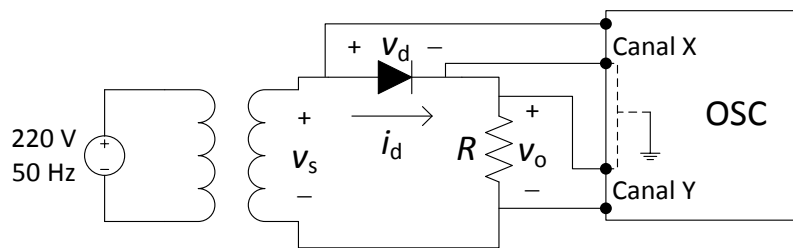

Figura 5. Connexió mode X-Y OSC.
- TC2. Es proposa realitzar el muntatge de la Figura 5⁸ amb un transformador connectat a la xarxa elèctrica i el circuit rectificador connectat a la seva sortida (v_s). A tal fi: